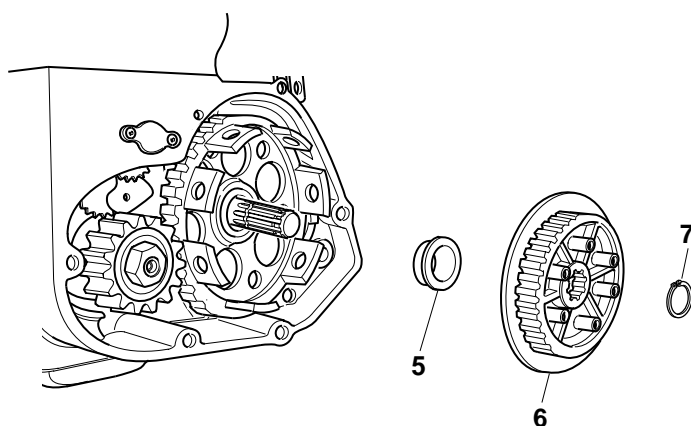

Fig. 40
4. Inserire la ranella "5" (Fig. 40 di spessore **6,6 mm.** e il tamburo frizione "6" con relativo anello seeger "7" di bloccaggio.
4. Inserting the washer "5" (Fig. 40) of thickness **6,6 mm.** and the clutch drum "6" with relative seeger ring" 7" .
4. Scheibe "5" (Abb.40) von **6,6 mm.** Dicke und Kupplungstrommel "6" mit Seegerring "7" einsetzen.
4. Insérer la rondelle "5" (fig.40) d'épaisseur **6,6 mm.** et le tambour d'embrayage "6" avec relatif circlip de blocage "7".